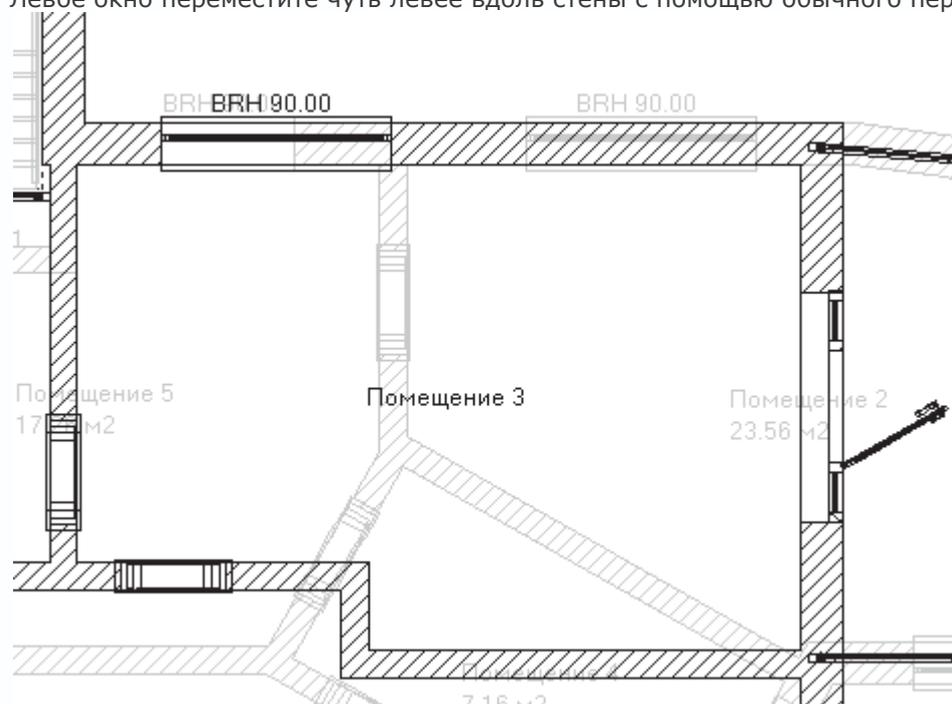

Рис. 4.24. Подготовка комнаты к размещению на внешней стене балкона
1. Сделайте активным второй этаж, выбрав его из раскрывающегося списка этажей на горизонтальной панели инструментов. Удалите правое окно на северной стене комнаты Помещение 3 (в этом месте будет «прилеплен» балкон). Левое окно переместите чуть левее вдоль стены с помощью обычного перетаскивания мышью (рис. 4.24).